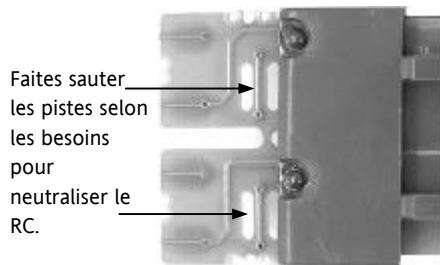

Figure 1-9: Dépose des RC d'un module de sortie double relais
3. Utilisez un tournevis ou un outil similaire pour rompre la piste. La Figure 1-9 montre les voies d'un module de sortie double relais.